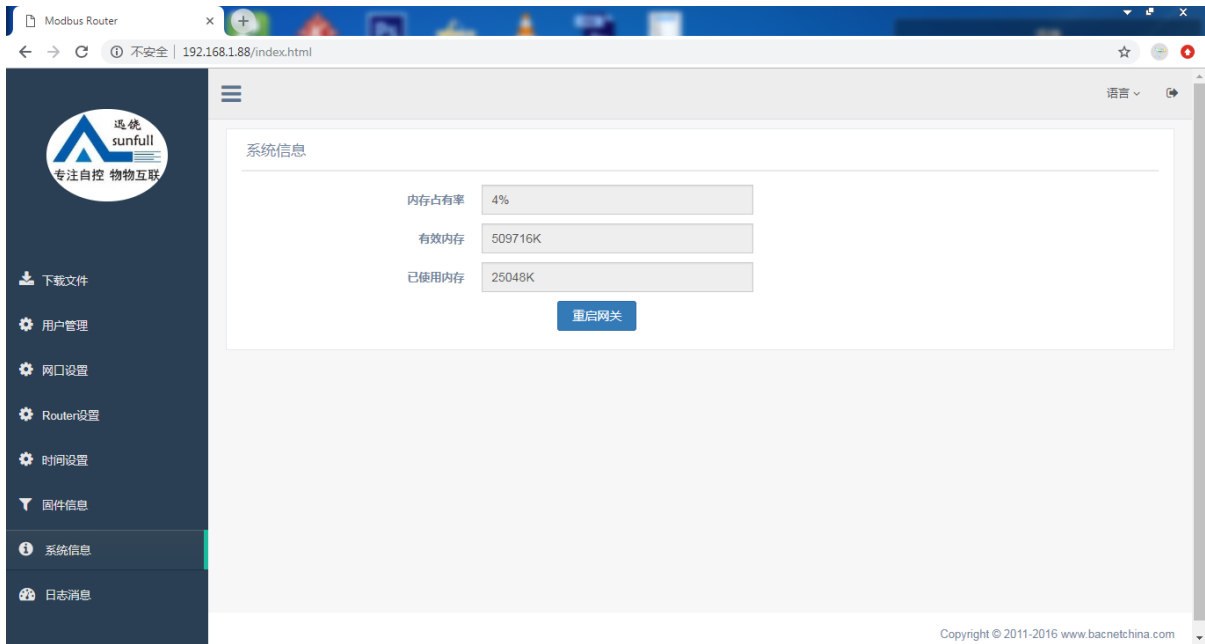

图 3-8-1 查看系统信息
**系统信息：**可以查看网关的内存使用情况以及重启网关功能，如下图 3-8-1。